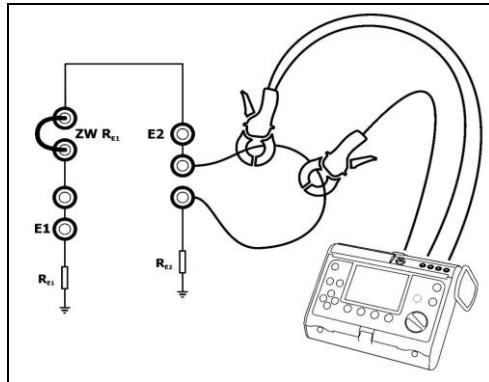

Fig.11. Conexión del medidor.
- conectar el medidor de la resistencia de las tomas de tierra (MRU-XXX) según la Fig. 11,